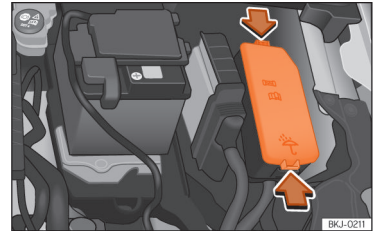

Abb. 160 Im Motorraum: Abdeckung des Sicherungskastens.
- Verriegelungstasten drücken, um die Abdeckung des Sicherungskastens »» (Abb. 160) zu entriegeln.